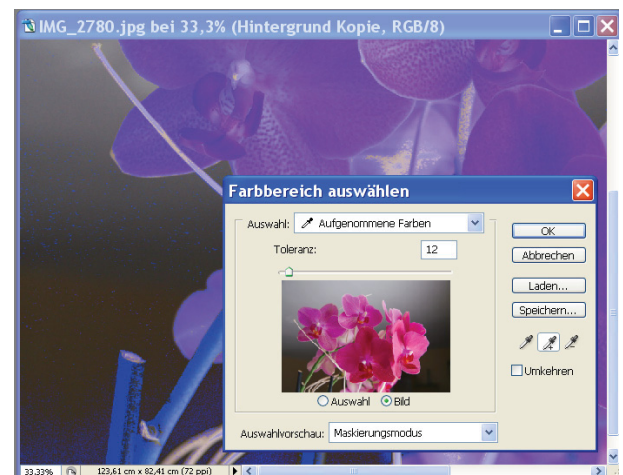

Abb. 11-47: Farbauswahl
- auf Bilder, die entweder im Motiv oder im Hintergrund im Wesentlichen aus Farben bestehen, die im restlichen Bild nicht vorkommen, wie z. B. bei Grafiken und Logos oder Fotos, die im Hintergrund wenig Zeichnung aufweisen (Abb. 11-47).
- SM: M AUSWAHL | FARBBEREICH ► Mit Hilfe von drei Pipetten (PIPETTE, HINZUFÜGEN, ENTFERNEN) können Farben ausgewählt werden, dabei ist die Farbauswahl sowohl im Werkzeugfenster als auch im Originalbild (Abb. 11-47) im Hintergrund möglich. Die einstellbare Auswahlvorschau bezieht sich auf das Originalbild.